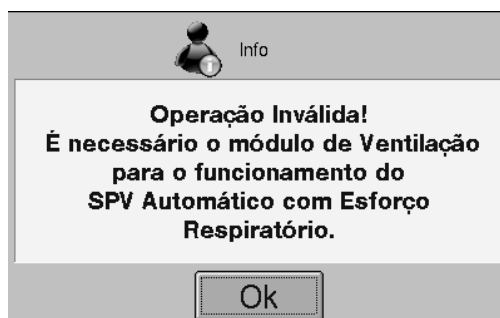

Figura 17: Mensagem para módulo de funcionamento inválido – uso do EtCO₂ com esforço respiratório.
- Se esta configuração de erro for mantida (esforço respiratório com sinal de respiração CO₂), a mensagem da figura 17 será mostrada novamente após a seleção do botão “Sair”, indicando que é necessário desligar o SPV Automático.